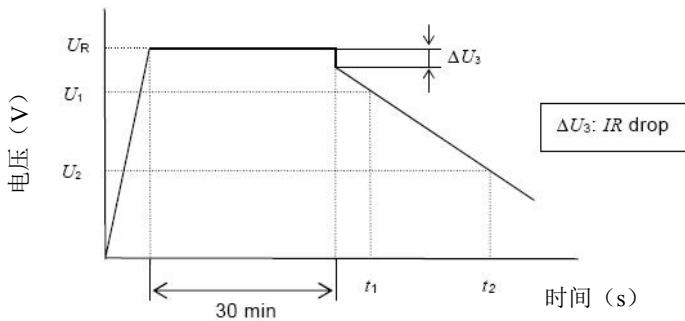

图2 电容器的端电压特性
- ◎ 测量电容器两端电压从U₁到U₂的时间t₁和t₂，如图2所示，根据下列等式计算电容量值：